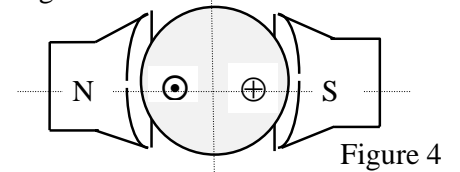

Figure 4
1) Le moteur utilisé pour faire pivoter le malaxeur est à courant continu à aimant permanent (à flux constant). Etant donné le schéma technologique simplifié de la figure 4:
b - Préciser alors le sens de rotation du moteur sur la figure 4.